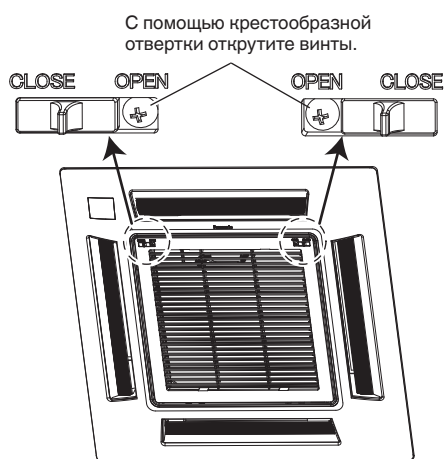

Рис. 7-1
- (1) Снимите решетку входа воздуха и воздушный фильтр с декоративной панели.
- а) Открутите 2 винта на защелке решетки входа воздуха. (Рис. 7-1) (Установите на место решетку входа воздуха после установки декоративной панели.)